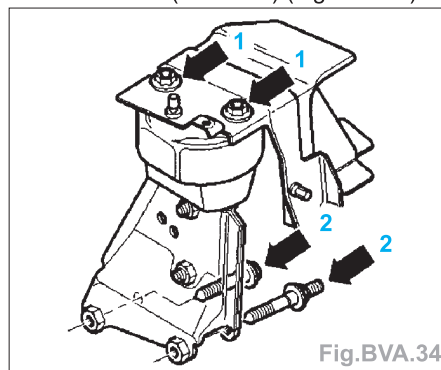

Fig. BVA.34
- Dévisser le palier de boîte de vitesses de la carrosserie (flèches 1) (Fig. BVA.34).
- Avant de soulever l'ensemble moteur/BV, serrer les vis (flèches 2) du palier de fixation (Fig. BVA.34).